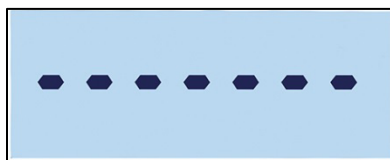

Figura 2-18: Detección de peso estable
3. Confirme el número de referencia con . Aparecerá "-----" (Figura 2-18) mientras la báscula detecta peso estable. Asegúrese de que el número de muestras en la báscula coincida con el tamaño de referencia seleccionado. Si se detecta peso estable antes de que expire el proceso, la aplicación de conteo inicia; de lo contrario, la pantalla permanece en el estado de pesaje anterior.